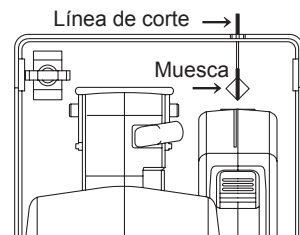

Fig. 5
1. Alinee la línea de mira en la zapata con su línea de corte [Fig.5]